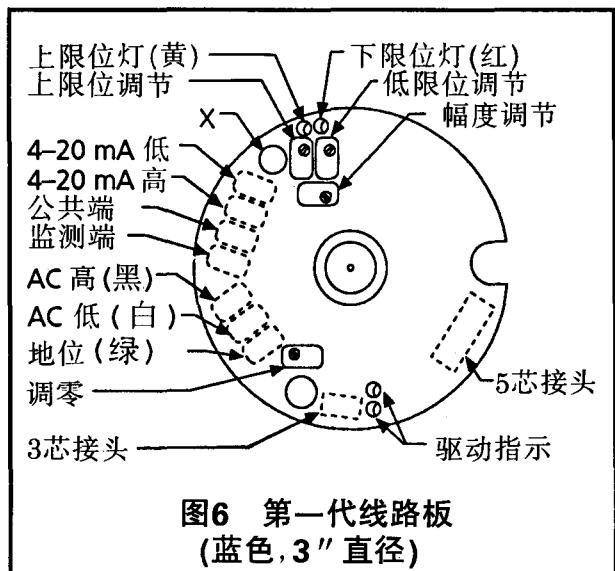
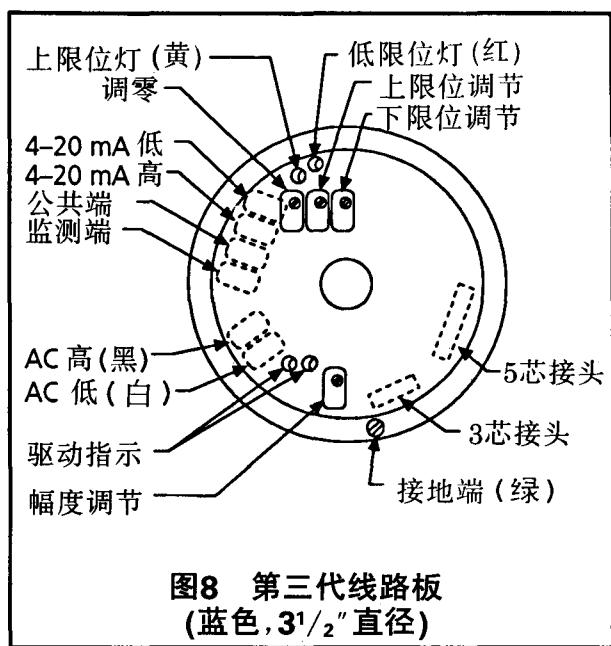

图6 第一代线路板
图8 第三代线路板
从ECC上拆下盖板，在ECC主电路板上有四个灯和四个小微调电位计，灯是成对的，电位器是用于零位，幅度，上限和下限调节。请注意存在三代主电路板设计，每种设计可通过颜色和电路板直径来辨别。更详细的情况请参看图6, 7和8。(图8表示最新的版本)。
3. 将“零位”和“开度”调节控制器装到印刷电路板(PCB)上，如图6, 7和8所示。